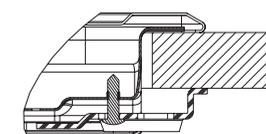

Fig. 1
1. Fije los resortes (A) (Fig. 1) con los tornillos suministrados, teniendo en cuenta las distancias especificadas.
- Una vez realizada la conexión eléctrica, encaje la placa por la parte superior y fíjela a los resortes de sujeción, como se muestra en la Fig. 1.